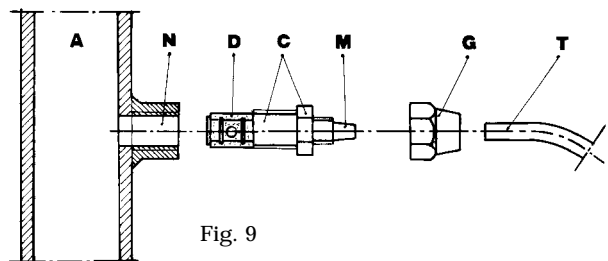

Fig. 9
g.- Seleccione el punto de inyección más apropiado en la tubería de la instalación a tratar y coloque un empalme de 3/8 " gas hembra. Este empalme no viene con la bomba. Enrosque la válvula de inyección en el empalme con la junta de impermeabilización de Teflón Fig.9. Conecte el tubo de la junta cónica de la válvula de inyección y asegúrelo con la abrazadera G correspondiente. La válvula de inyección es también una válvula estática.
### 3.1 -ESQUEMA DE MONTAJE DE LA VÁLVULA DE INYECCIÓN FIG. 9